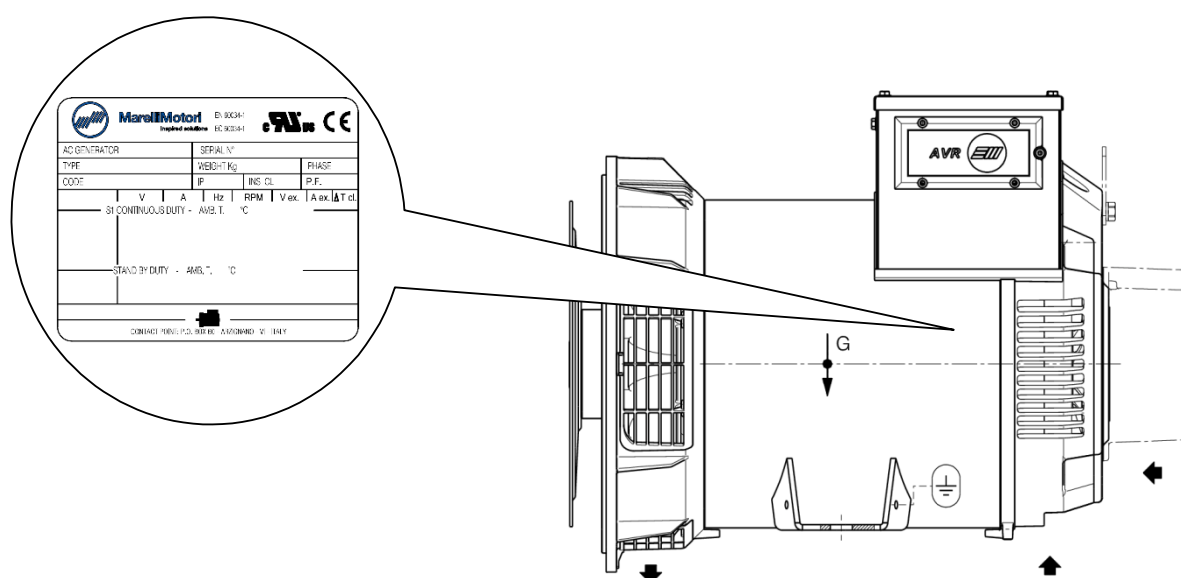

Abbildung 14-1
3. Das Selbstklebeschild von der Unterlage abziehen und anbringen, wie in Abb. 14-1 dargestellt. Dabei zur besseren Haftung mithilfe einer Rolle andrücken.